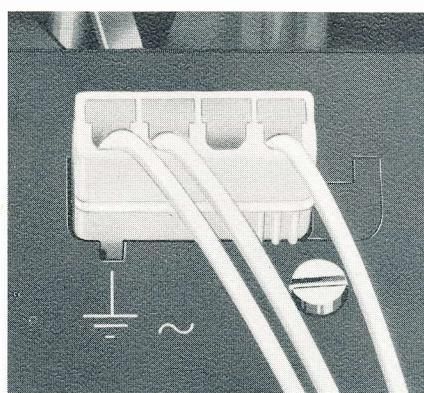

Fig. 3
B. Nr. 209 458, AMP Nr. 42 859 / 1 (Fig. 3)